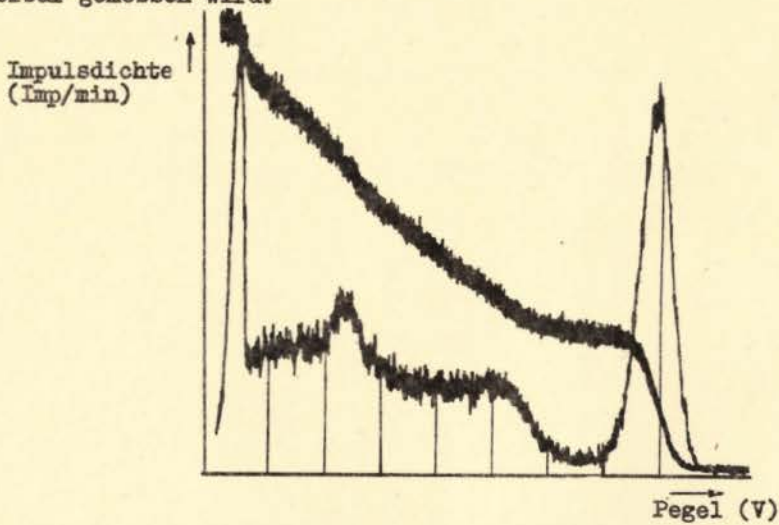

Bild 9
Mit dem Einsteller PEGEL (1) wird stufenweise (am zweckmäßigsten in Schritten von 2 bis 5 %) der Pegel, von 100 % beginnend, vermindert. In jeder Einstellung (Stufe) wird die dazugehörige Impulsdichte gemessen. Trägt man die Impulsdichte über dem Pegel auf, so erhält man die Impulshöhenverteilung mit dem für das Nuklid charakteristischen Maximum (Bild 9).
Wird der Schalter KANALBR. (10) in Stellung "DIS" geschaltet, so erhält man unter sonst gleichen Bedingungen eine integrale Impulshöhenverteilung. Die Impulsdichte über dem Pegel aufgetragen ergibt eine mit steigendem Pegel mehr oder weniger steil abfallende Kurve (Bild 9). Die Kurve fällt ab, da alle Impulse registriert werden,